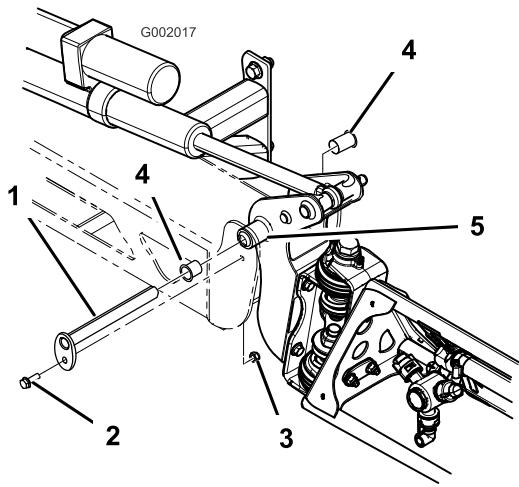

図 62
- ブームを支えておきながら、ピボット・ピンをブーム・アセンブリに固定しているボルトとナットを取り外す(図 62)。ピボット・ピンを取り外す。
5. ナイロン・ブッシュを取り外し、ピボット・ブラケットの前面および後面側から見て点検する(図 62)。磨耗したり破損したりしている場合は交換する。
7. センター・フレームにブーム&ピボット・ブラケット・アセンブリを取り付け、開口部を整列させる(図 62)。